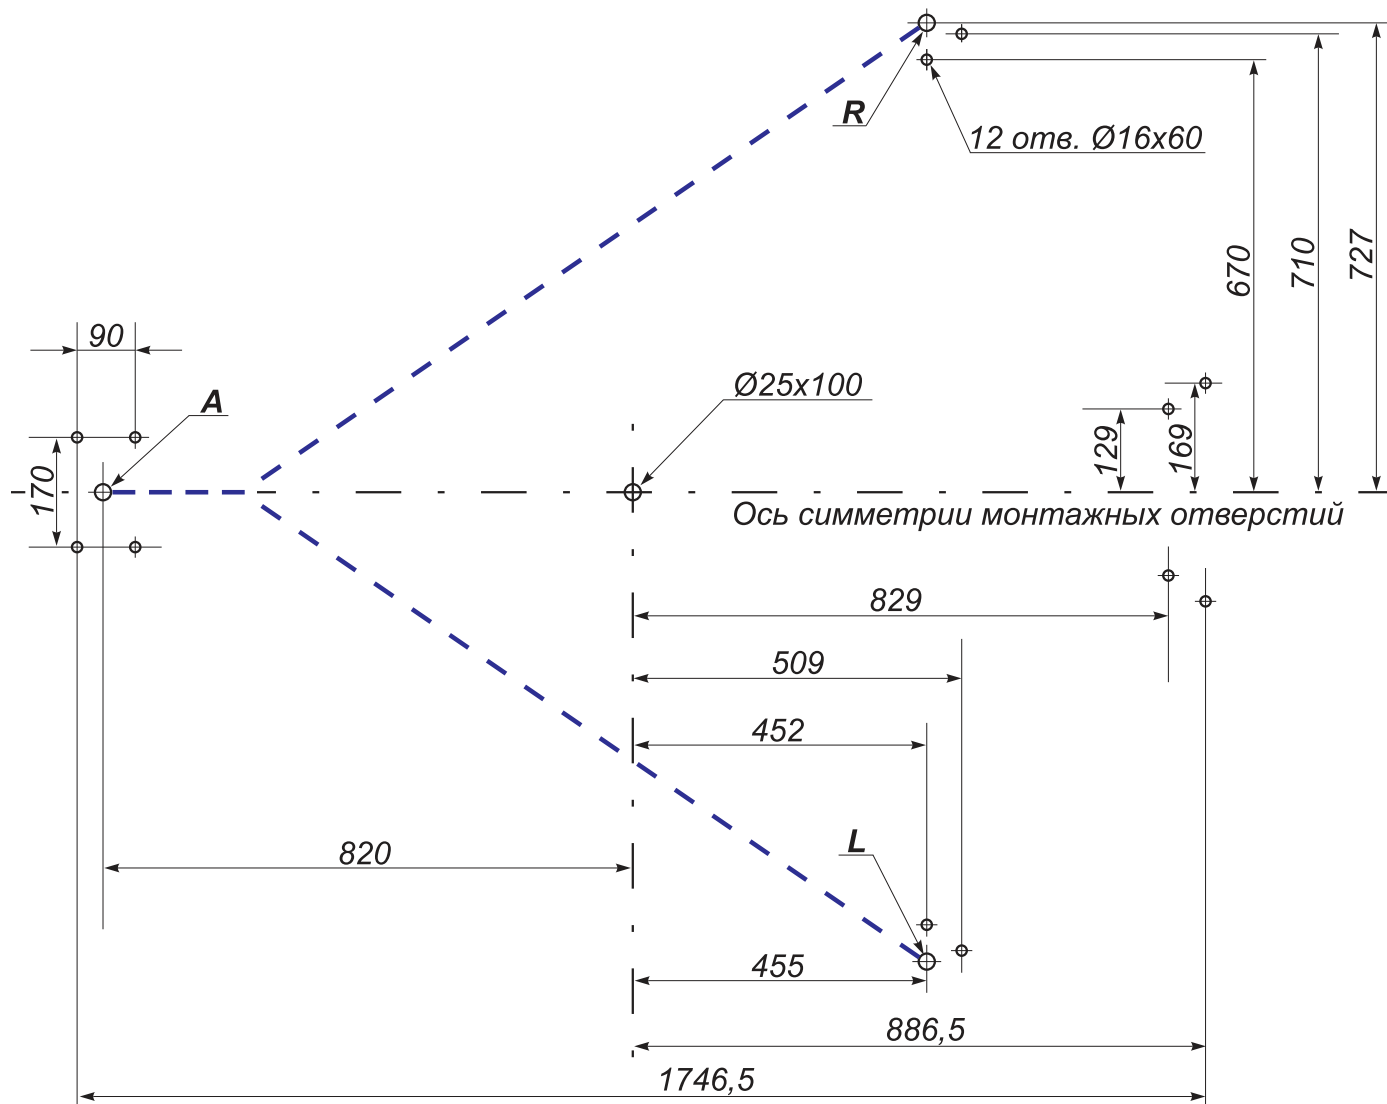

Рисунок 8 – Схема разметки для установки турникета:
8.2.6 Установите левую секцию формователя прохода (6) таким образом, чтобы опорная стойка секции с блоком индикации (9) располагалась над зоной *L* (рисунок 8). Совместите четыре отверстия во фланцах (8) секции с отверстиями в установочной поверхности. Закрепите секцию с помощью анкерных болтов, при этом усилие затяжки болтов должно быть предварительным, обеспечивающим возможность регулировки отклонения секции от вертикали. Подведите кабель индикации (10) и кабель считывателя (23)* по кабельному каналу к зоне *A*.
8.2.7 Установите и закрепите правую секцию формователя прохода (7) таким образом, чтобы опорная стойка секции с блоком индикации располагалась над зоной *R* (рисунок 8). Подведите кабель индикации (11) и кабель считывателя (24)* по кабельному каналу к зоне *A*.
8.2.10 Установите преграждающую стойку фланцем (4) на зону А, а нижний узел вращения (5) — на отверстие с анкером $\varnothing 25$ мм (рисунок 8). Совместите четыре отверстия во фланце и одно отверстие в центре нижнего узла вращения с отверстиями в установочной поверхности. Закрепите преграждающую стойку с помощью анкерных болтов, при этом усилие затяжки болтов должно быть предварительным, обеспечивающим возможность регулировки её отклонения от вертикали.
8.2.22 Установите собранный ротор (1) (п. 8.2.18) с небольшим наклоном нижним концом в нижний узел вращения (5) в исходное положение, соответствующее выбранному варианту перекрытия створками зоны прохода в исходном состоянии турникета (А или Б, см. п. 5.2.12).
Для обеспечения возможности работы турникета в **бесшлюзовых режимах (вариант А исходного состояния турникета)** перекройте зону прохода **одной** створкой, расположив её параллельно оси симметрии монтажных отверстий (рис. 8) в направлении к стыку секций (6) и (7) формователя прохода (рис. 1 и 12, а).